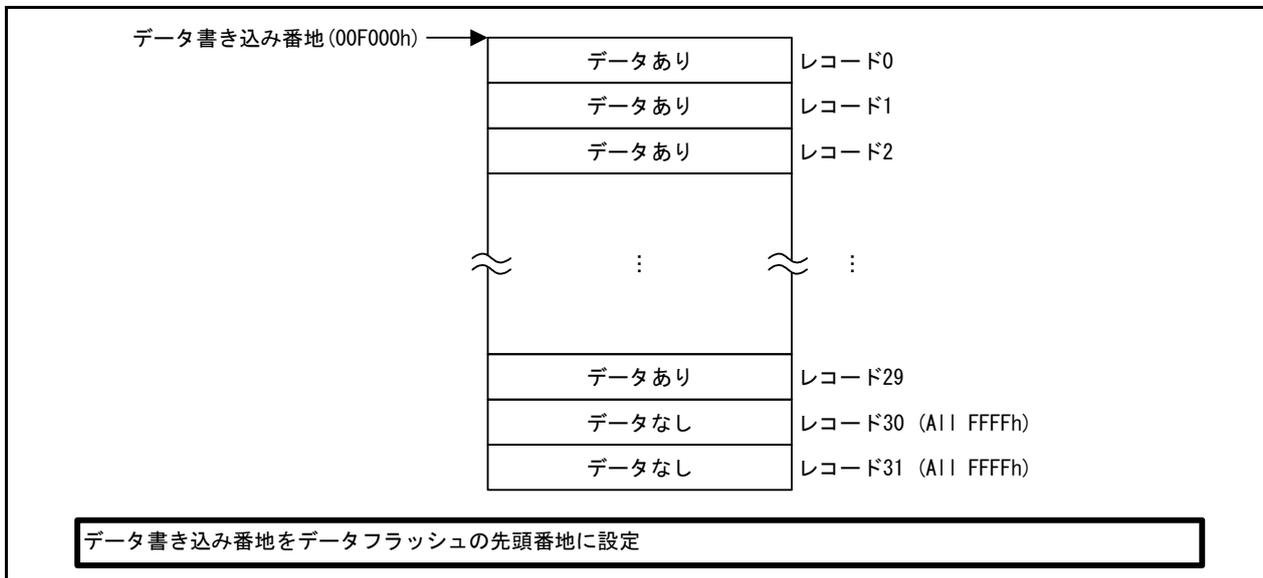

図 5.2 データ書き込み番地にデータフラッシュの先頭番地を設定
- (1) 空レコードを検索するため、データ書き込み番地にデータフラッシュの先頭番地を設定します。(図 5.2)